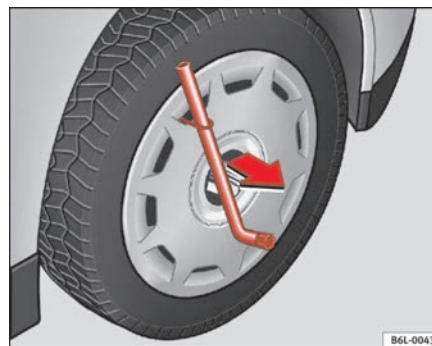

Abb. 140 Die Radvollblende vom Rad abnehmen.
- Die Radvollblende mit dem dem Drahthebel abnehmen ⇒ **Abb. 140**.